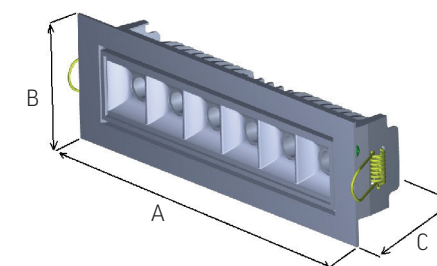

Рисунок 1
- Подготовьте монтажное отверстие на поверхности (см. Рисунок 1);